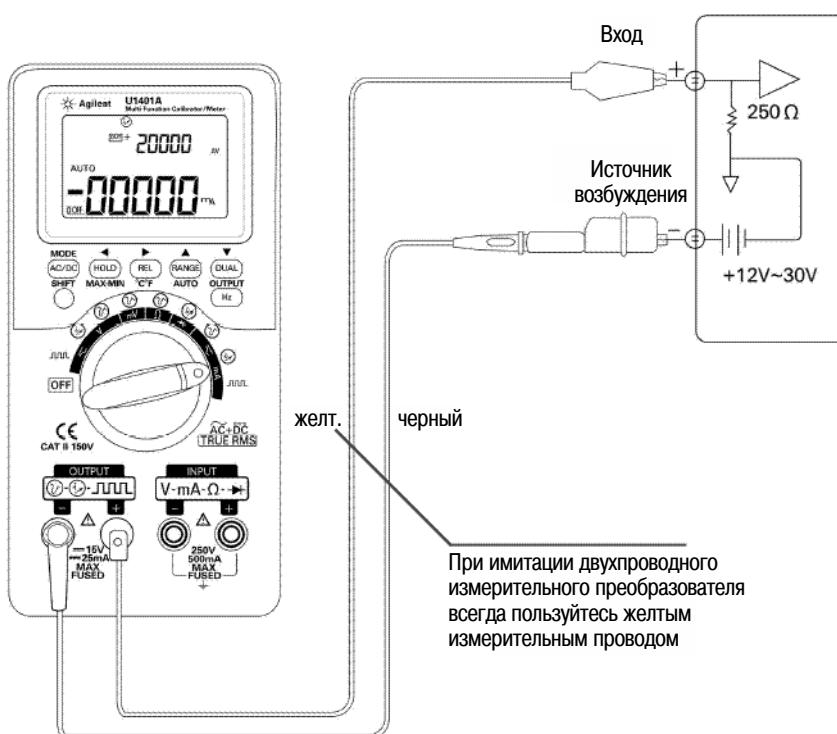

Рис. 5-3 Применение желтого измерительного провода при имитации двухпроводного измерительного преобразователя
2. Присоедините специальный желтый измерительный провод между выходным гнездом "+" прибора и входным выводом измерительного устройства в токовом контуре (см. рис. 5-3).